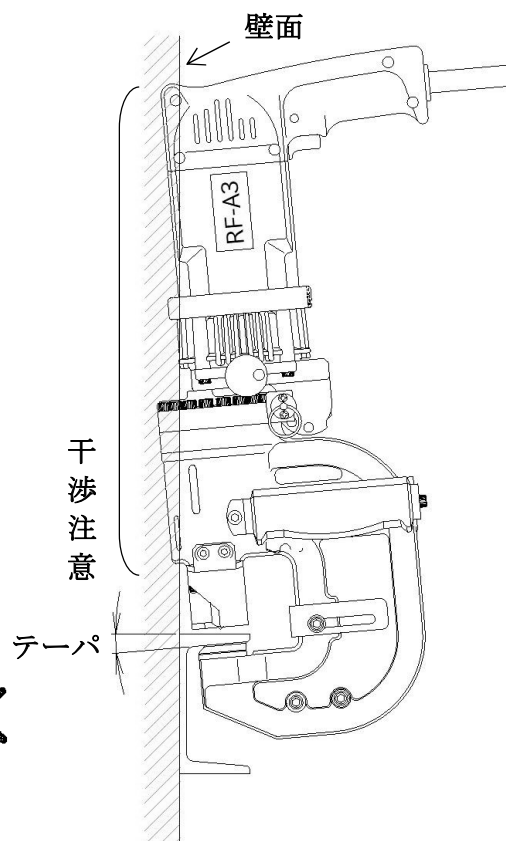

図 E-1
- 1) 既設のみぞ形鋼のテーパ部に穴あけを行う場合、壁面等に干渉しないよう注意して下さい。(図 E-1 参照)